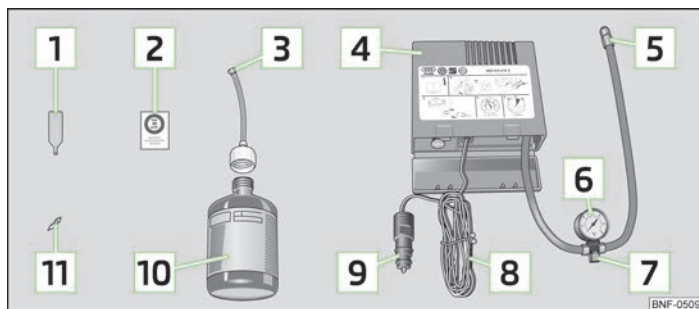

Fig. 115 Componentes del kit de averías
- Pegar la etiqueta adhesiva 2 » fig. 115 de la página 135 sobre el cuadro de mandos en el campo visual del conductor.
- Agitar la botella de inflado de neumáticos 10 » fig. 115 de la página 135 fuertemente varias veces.
- Enroscar el tubo flexible **5** » fig. 115 de la página 135 del compresor de aire fijamente en la válvula del neumático.